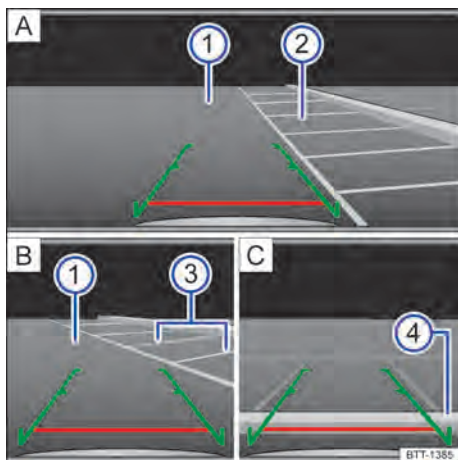

Fig. 107 Exibição do display do sistema do rádio: estacionar com a câmera de marcha a ré.
Legenda para → Fig. 107:
- Posicionar o veículo na frente da vaga de estacionamento → Fig. 107 ② **A**.
- Conduzir para trás lentamente e manobrar de modo que as guias verdes laterais conduzam entre as linhas de delimitação da vaga de estacionamento delimitada ② **A**.
- Alinhar o veículo na vaga de estacionamento selecionada de modo que as guias verdes laterais fiquem em cima das linhas de limitação lateral ③ **B**.
- Parar o veículo, quando a linha vermelha atingir a limitação traseira ④ **C**.